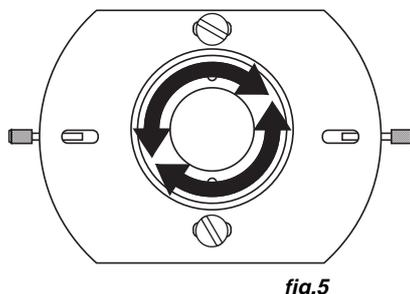

fig.5
6. **(Fig.5)** Utilizar el anillo grande central de bronce para la alineación vertical de la lámpara respecto de la óptica.